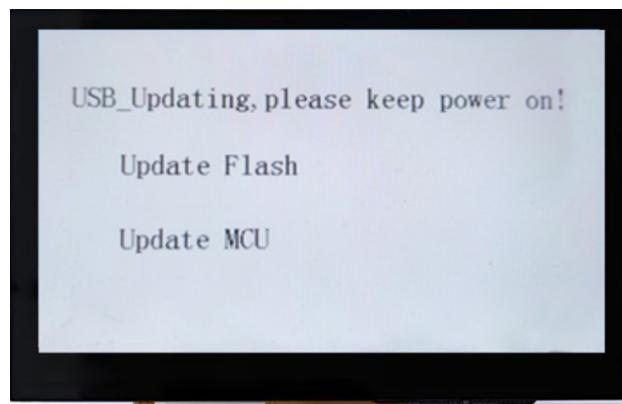

图 2-10：LT168B bootloader 模式示意图
2、通过 USB 线连接电脑和串口屏上电后，屏幕会进入的 bootloader 模式如前面图 2-10 所示。LT168B 的 bootloader 模式显示更新 Flash 与 MCU\_Code 更新状态，打开专用烧录 LT168B 的 LT\_Uart\_GUI 软件。点击 InputFile 添加需要烧录的工程文件，选择对应的端口，需确保 BaudRate 为 115200，再点击 OpenComm 打开端口连接。BaudRate 若不是 115200 则无法连接，建立连接后软件自动将下载速度调整至 921600。
2、通过 USB 线连接电脑和串口屏上电后，屏幕会进入的 bootloader 模式如前面图 2-10 所示。LT168B 的 bootloader 模式显示更新 Flash 与 MCU\_Code 更新状态。打开专用烧录 LT168B 的 LT\_Uart\_GUI 软件。点击 Input File 添加需要烧录的工程文件，选择对应的端口，再点击 Open Comm 打开端口。
2、通过 USB 线连接电脑和串口屏上电后，屏幕会进入的 bootloader 模式如前面图 2-10 所示。LT168B 的 bootloader 模式显示更新 Flash 与 MCU\_Code 更新状态。打开专用烧录 LT168B 的 LT\_Uart\_GUI 软件。点击 InputFile 添加需要烧录的工程文件，选择对应的端口，需确保 **BaudRate** 为 115200，再点击 OpenComm 打开端口连接。BaudRate 若不是 115200 则无法连接，建立连接后软件自动将下载速度调整至 921600。